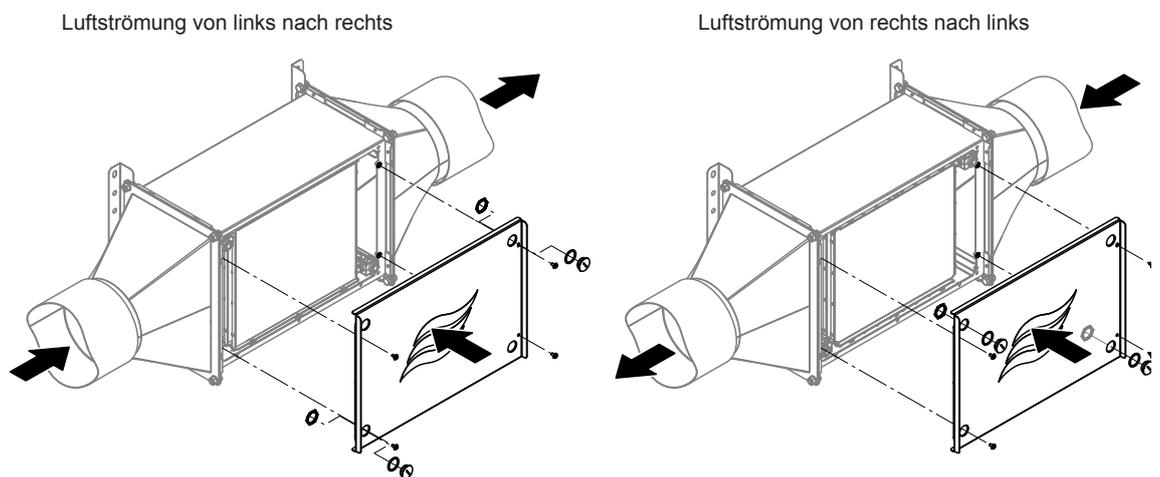

Abb. 36: PG-Stopfen montieren und Deckel am Befeuchtergehäuse anbringen
- Setzen Sie die beiden mitgelieferten PG-Stopfen mit der Dichtung in die entsprechenden Öffnungen im Befeuchtergehäusedeckel ein (abhängig von der Luftströmungsrichtung, siehe Abb. 36) und sichern Sie diese mit der Kontermutter.